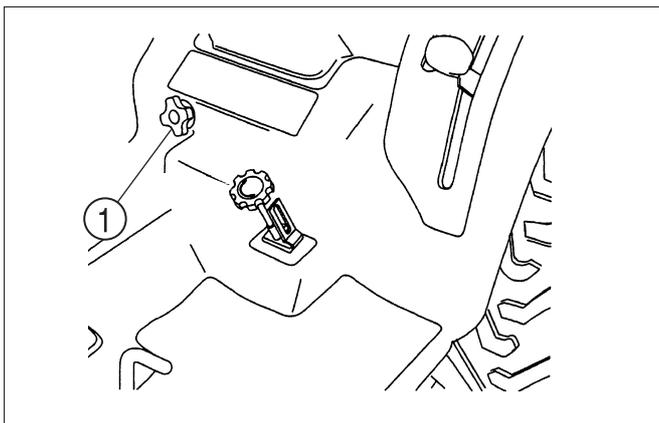

FIG. 50
**Fig. 50 :** Si vous utilisez des outils de poids différents, la "vitesse de chute" de l’attelage trois points et de l’outil peut être contrôlée avec la molette de "commande de vitesse d’abaissement" ①.